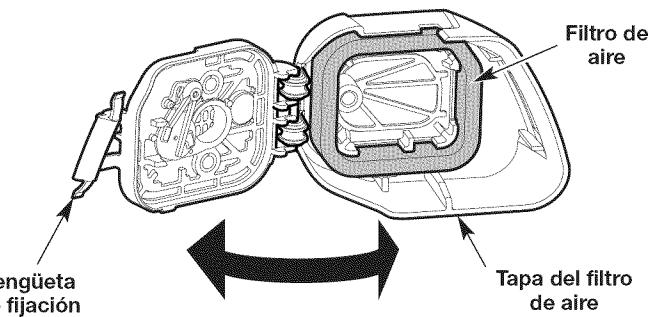

Fig. 25
1. Abra la cubierta del filtro de aire: oprima la lengüeta de fijación y gire la cubierta del filtro de aire hacia la derecha (Fig. 25).
2. Extraiga el filtro de aire del interior de la cubierta del filtro de aire (Fig. 25).
6. Reinstale el filtro de aire dentro de la cubierta del filtro de aire (Fig. 25).
7. Cierre la cubierta del filtro de aire: Gire la cubierta del filtro de aire hacia la izquierda y oprímalas para cerrarla hasta que la lengüeta de fijación entra a presión en su lugar (Fig. 25).